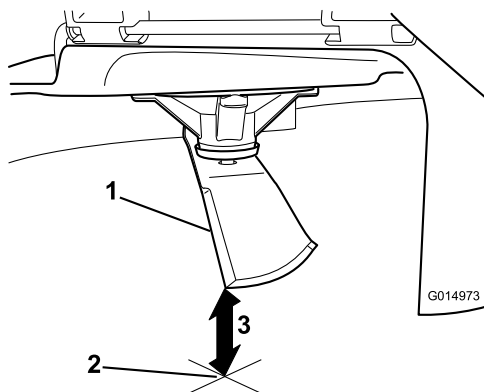

Figura 98
3. Mida desde la punta de la cuchilla hasta la superficie plana (**Figura 98**).